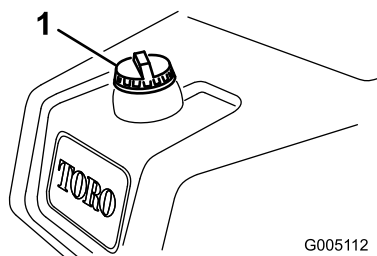

Figura 23
1. Limpe a zona em torno da tampa do depósito de combustível (Figura 23).